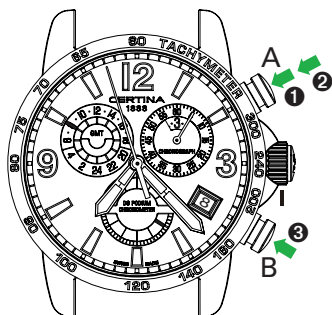

Fig. 1
**Leitura do tempo 1 (exemplo da fig. 1)**